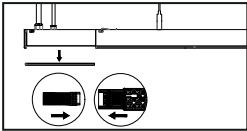

Рис. 5
- 5.13. Подключение осветительных приборов к сети питания происходит с помощью комплекта для подключения (TS 23 Starter Kit 5P или TS 23 Starter Kit 7P для версии с DALI 2.0), который приобретается отдельно (рис. 5).